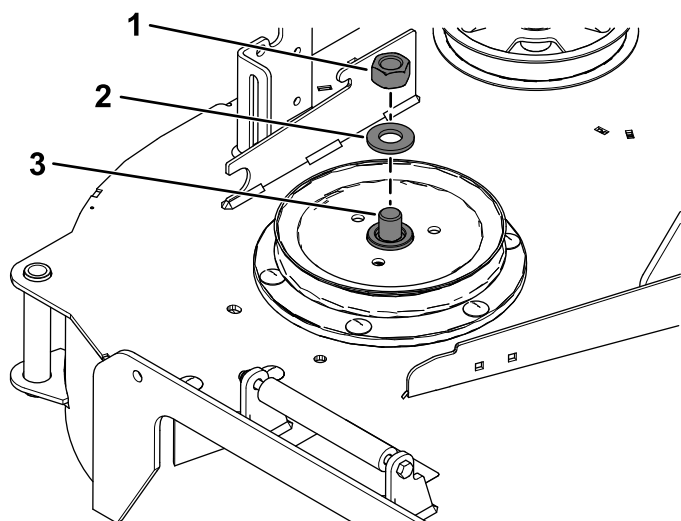

Figure 19
3. Utilisez une clé (1 1/2") pour immobiliser l'axe de pivot quand vous retirez l'écrou hexagonal (3/4") et la rondelle de l'axe (Figure 19).